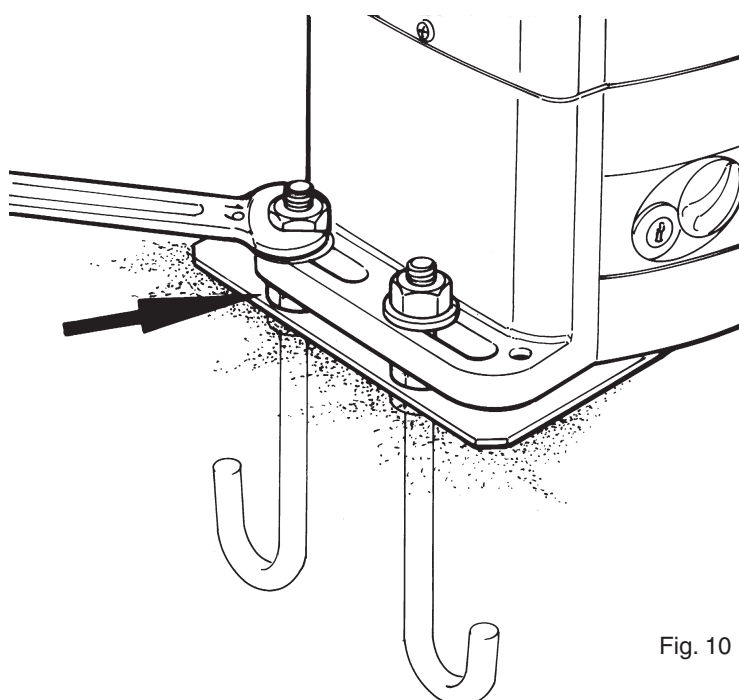

Fig. 10
① FISSAGGIO MOTORIDUTTORE
- Avvitare i 4 dadi bassi qualora si voglia regolare in altezza (max 10 mm) il motoriduttore, altrimenti non utilizzarli. (fig. 10)
② FIXATION MOTORÉDUCTEUR
- Visser les 4 écrous bas si on désire régler en hauteur le motoréducteur (10 mm maximum), en cas contraire, ne pas les utiliser (fig. 10).
③ BEFESTIGUNG DES GETRIEBEMOTORS
- Die vier flachen Muttern anschrauben (max. 10 mm), falls der Getriebemotor in der Höhe verstellt werden soll, andernfalls die Muttern nicht benutzen, Abb. 10.
④ SUJECCIÓN DEL MOTORREDUCTOR
- Enrosque las 4 tuercas bajas si desea regular la altura del motorreductor (10 mm. máx.), en caso contrario, no las use (fig. 10).
⑤ FIXING THE GEARMOTOR
- Tighten the 4 low nuts if you wish to adjust the height of the gearmotor (10 mm maximum), otherwise do not use them Fig. 10).